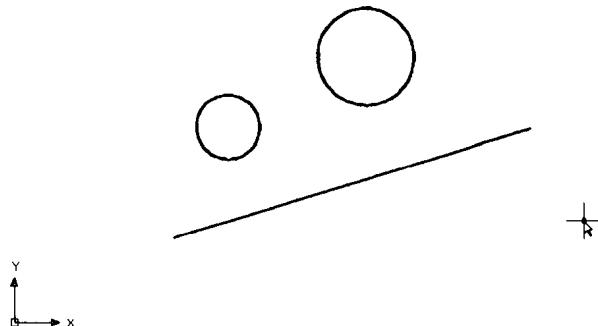

图1-4 已知圆和直线
(1) 启动AutoCAD 2002中文版，打开文件1-2.dwg，如图1-4所示。